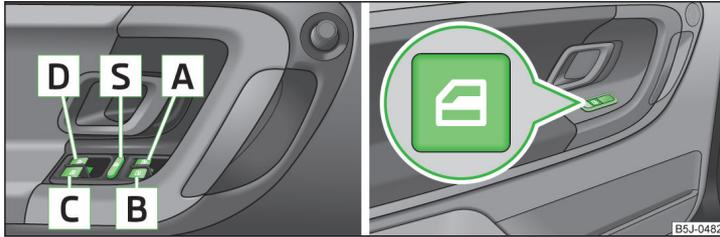

Abb. 37 Tasten in der Fahrertür / in den hinteren Türen
- Werden auf den Rücksitzen Personen, die nicht völlig selbstständig sind, z. B. Kinder, befördert, wird empfohlen, die elektrischen Fensterheber der hinteren Türen außer Funktion zu setzen (Sicherheitsschalter) S » Abb. 37 auf Seite 54.
- Wenn die Zündung ausgeschaltet wird, lassen sich die Fenster noch für ca. 10 Minuten öffnen oder schließen. Nach dem Öffnen der Fahrer- oder Beifahrertür können die Fenster nur mit der Taste A » Abb. 37 auf Seite 54 bedient werden.
Tasten der Fensterheber » Abb. 37.
Durch Drücken des Sicherheitsschalters **S** » Abb. 37 können die Tasten der Fensterheber in den hinteren Türen außer Funktion gesetzt werden. Durch wiederholtes Drücken des Sicherheitsschalters **S** sind die Tasten der Fensterheber in den hinteren Türen wieder funktionsfähig.
- › Die Taste **A** » **Abb. 37 auf Seite 54** in der Öffnungsstellung halten.
- › Die Taste **A** » **Abb. 37 auf Seite 54** in der Schließstellung halten.